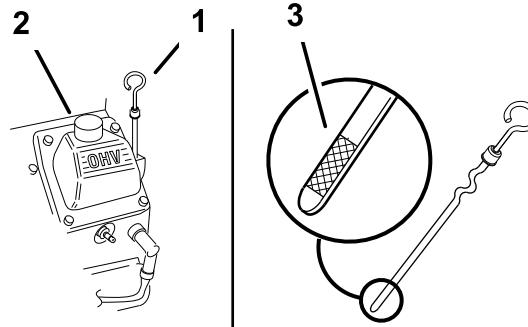

Figura 19
3. Pulite attorno all'asta di livello (Figura 19) in modo che la morchia non possa penetrare nel foro di rifornimento e danneggiare il motore.
4. Svitate l'asta di livello dell'olio e pulitene l'estremità (Figura 19).
5. Inserite a fondo l'asta di livello nel tubo di rifornimento, senza avvitarla (Figura 19).
6. Versate lentamente nel tubo di rifornimento (Figura 19) l'80% circa dell'olio indicato.